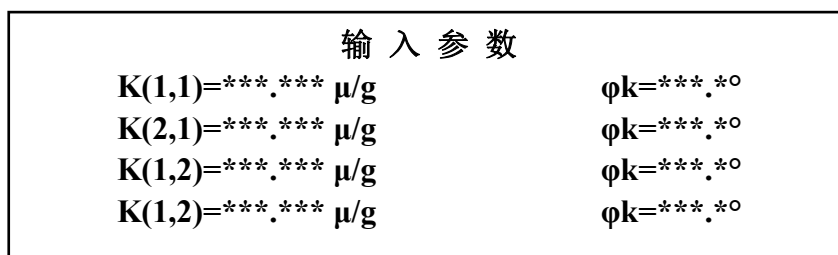
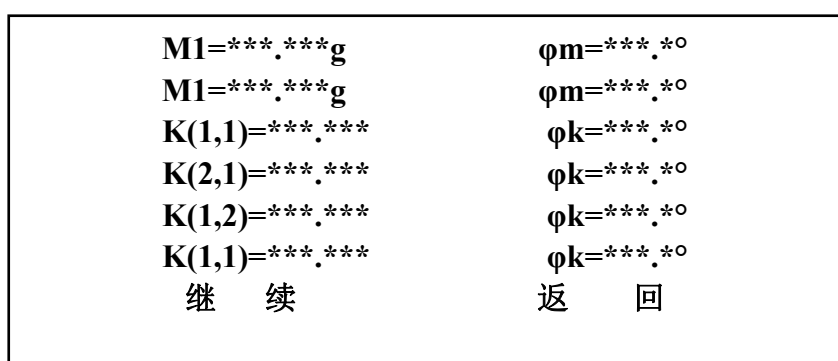

图 4-33
图 4-37
按|执行|键，屏幕显示如图 4-33。
按|执行|键，屏幕显示如图 4-37。
在图 4-37 中，选择<继续>，按|执行|键，屏幕返回输入参数画面（图 4-33）。
(6) 以下过程重复 (2)、(3)、(4)。在此过程中，可以看到不平衡振动量 A (1, 0)、B (2, 0) 和剩余不平衡重量 M1、M2 都大大减小了。过程 (5)、(6) 可以重复进行，直到 A (1, 0)、B (2, 0)、M1、M2 都达到要求为止。
(7) 如果 A (1, 0)、B (2, 0)、M1、M2 都已经满足要求，则在图 4-37 中选择<返回>，屏幕返回屏幕返回预置转速画面（图 4-5）。动平衡过程结束。